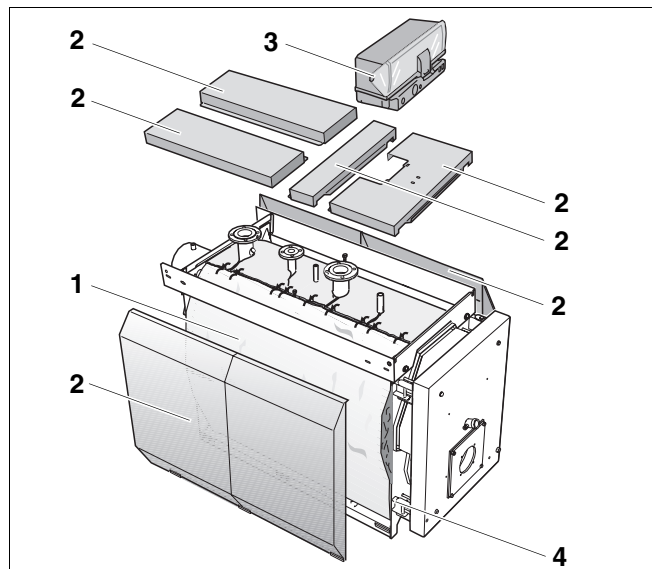
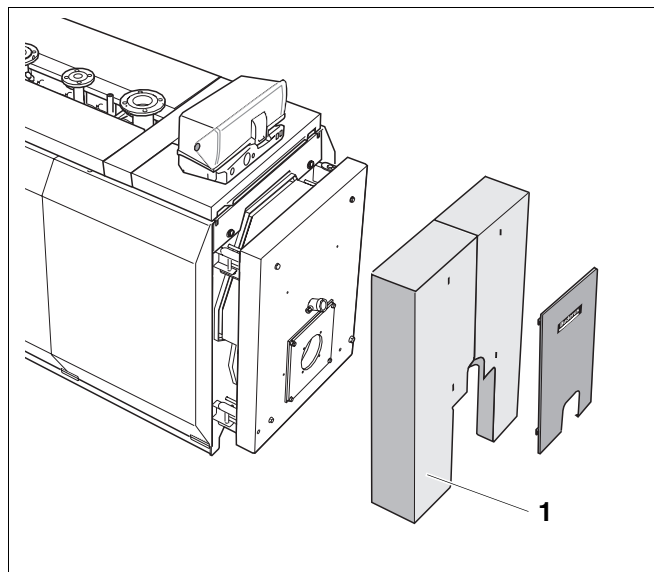

Рис. 1 Специальный отопительный котел Logano S635 на дизельном и газовом топливе
Рис. 2 Специальный отопительный котел Logano S635 на дизельном и газовом топливе
Основные составные части специального отопительного котла Logano S635 (рис. 1):
- Корпус котла (рис. 1, **поз. 4**) с горелкой. В блоке котла тепло, производимое горелкой, передается воде для отопления.
- Обшивка котла (рис. 1, **поз. 2**), теплоизоляция (рис. 1, **поз. 1**) и обшивка дверцы горелки (рис. 2, **поз. 1**). Обшивка котла, теплоизоляция и обшивка дверцы горелки снижают теплопотери.
- Система управления (дополнительный заказ – рис. 1, **поз. 3**)